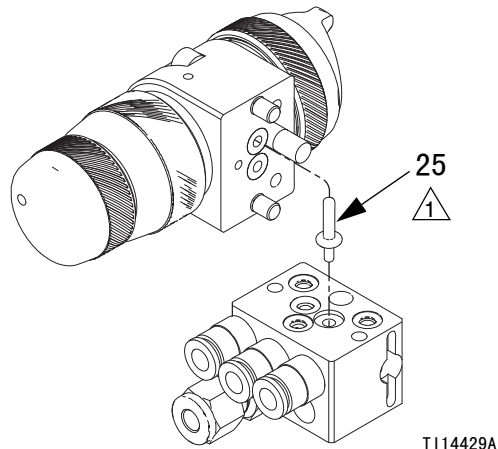

图 1：配有歧管的喷枪
见图 1。喷枪出厂时配有一个流体插塞 (25)。要在循环系统中使用喷枪，则不要安装插塞。在非循环系统中，保留此插塞以便最大程度地减少冲洗时间。